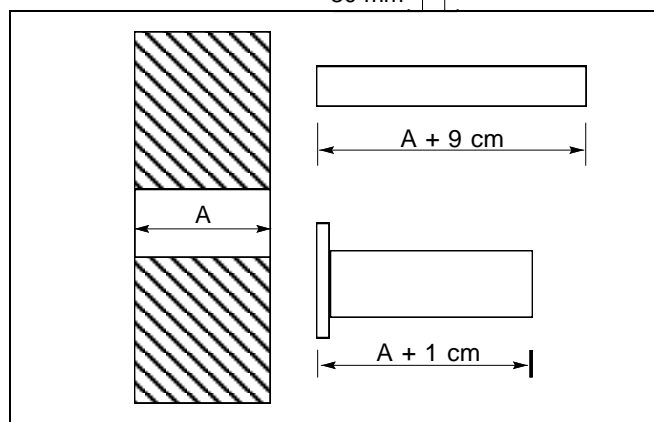

Fig. 4
5. Mål vægtykkelsen (A) og skær frisklufttrøret og aftræksrøret over i.h.t. fig. 4.